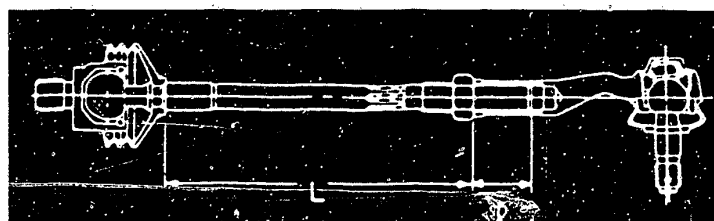

Bild 45 Grundeinstellung der Spurstangen auf die Länge $L = 176\text{mm}$. Das Mass I muss mindestens 25mm betragen.
a) **Vorderäder:** Die **Vorspur** lässt sich durch Verdrehen der Spurstangen korrigieren. Die Spurstangen beider Seiten müssen dieselbe Länge aufweisen (Bild 45).